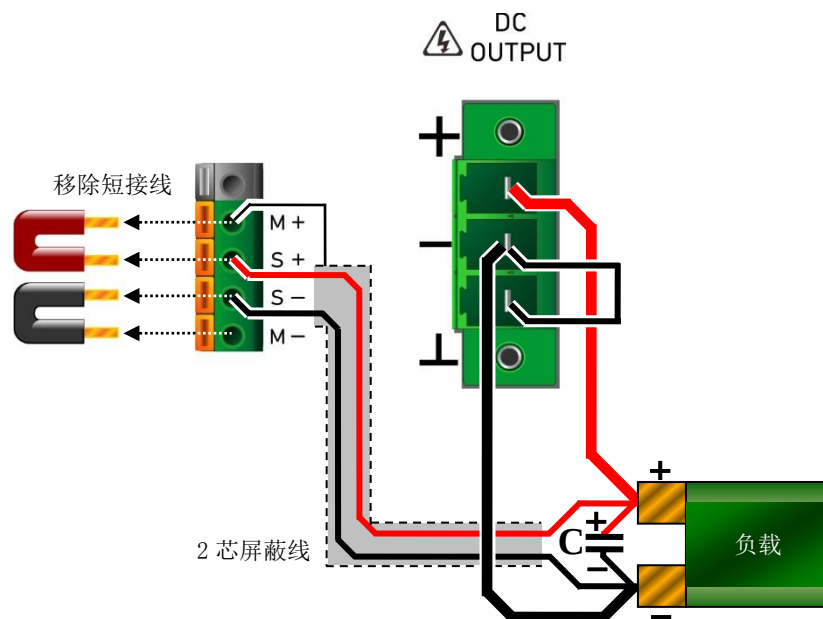

图 5-1 远端补偿接线图
3. 如图 5-1，移开探测端子的短接线。
4. 如图 5-1，用电线连接电压探测端子和负载接线端子。